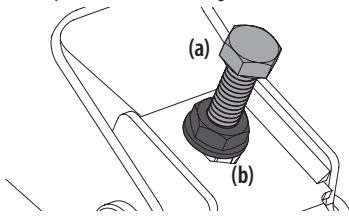

Figura 30
3. Ubique los pernos de ajuste (a) del lado izquierdo y derecho de la plataforma. Consulte la Figura 30.
4. Afloje pero no extraiga las contratuercas (b) en el perno de ajuste. Ajuste el perno de ajuste derecho o izquierdo arriba o abajo según sea necesario hasta que la altura de un lado a otro sea equivalente. Consulte la Figura 30.
5. Cuando se logre el ajuste correcto, vuelva a apretar las contratuercas (b). Ajuste hasta 57 pies-libras (77 N-m). Consulte la Figura 30.